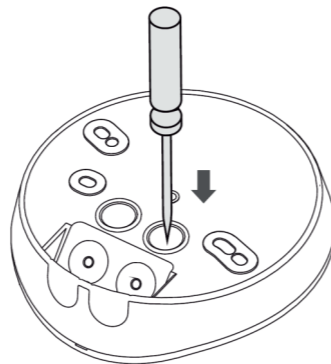

Figure 14
3.4.2.2 Percez les trous et insérez le câble dans la partie inférieure (voir figure 14).